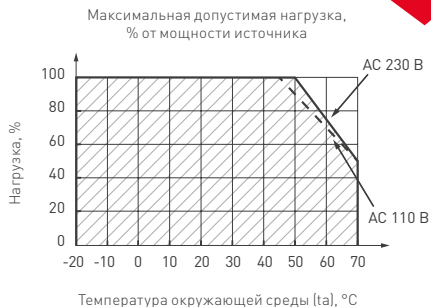

Рис. 3. Нагрузочная способность источника питания в зависимости от температуры
Диапазон рабочих температур окружающей среды	-20... +50 °С (см. рис. 3)
- 4.3. Не нагружайте источник питания более 80% от его максимальной мощности. Учитывайте, что с повышением температуры окружающей среды максимальная мощность источника питания снижается (см. график зависимости на рис. 3).